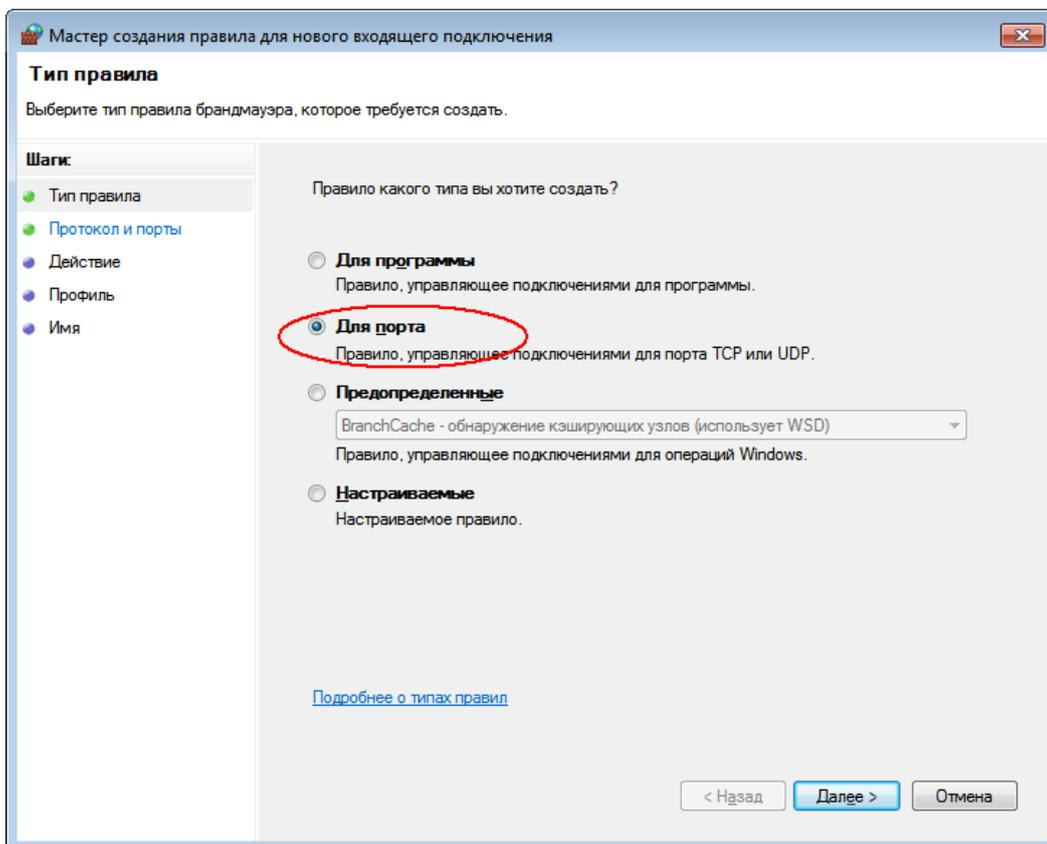

Рис. 39
- На этапе выбора типа правила установите флаг «Для порта» (Рис. 39) и нажмите кнопку «Далее».